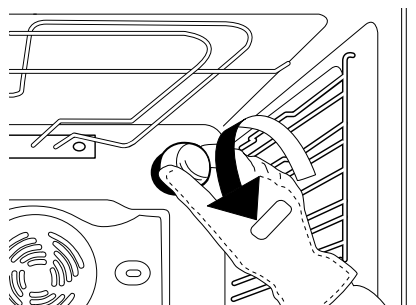

Fig. 5
2. Svitare la copertura della lampada (Fig. 5), sostituire la lampada (vedere la nota per il tipo di lampada) e avvitare di nuovo il coperchio della lampada.
- La lampada usata nell'apparecchio è progettata appositamente per apparecchi elettrici e non è indicata per l'illuminazione della stanza (Regolamento della Commissione (CE) N. 244/2009).